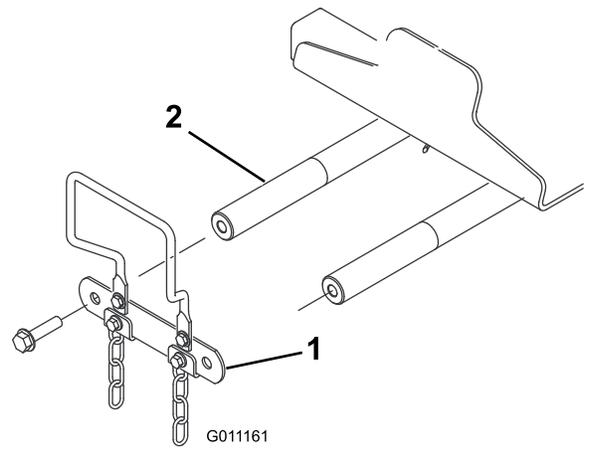

Figura 10
4. Na parte frontal da máquina, retire os dois parafusos flangeados (1/2 x 2 pol.) que fixam a ligação do veio da articulação aos veios da articulação do braço de elevação, e retire a ligação (Figura 10).